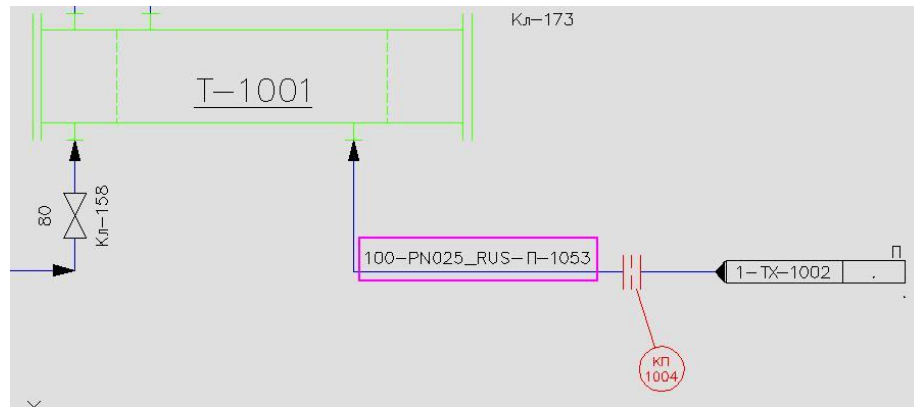

Рис. 28
- Обратите внимание, что ответное **Межстраничное соединение** автоматически ориентируется по направлению потока, а также автоматически обновляется номер линии в чертеже **1-TX-1001** (Рис. 28).